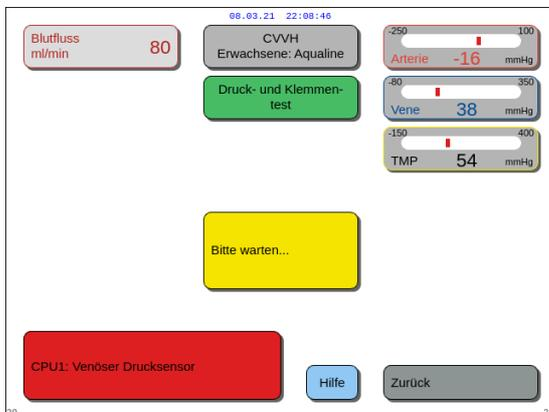

Abb. 112
- ▶ Ist der *Druck- und Klemmentest* fehlgeschlagen, wird ein rotes Fenster mit der Ursachenbeschreibung angezeigt (Abb. 112).